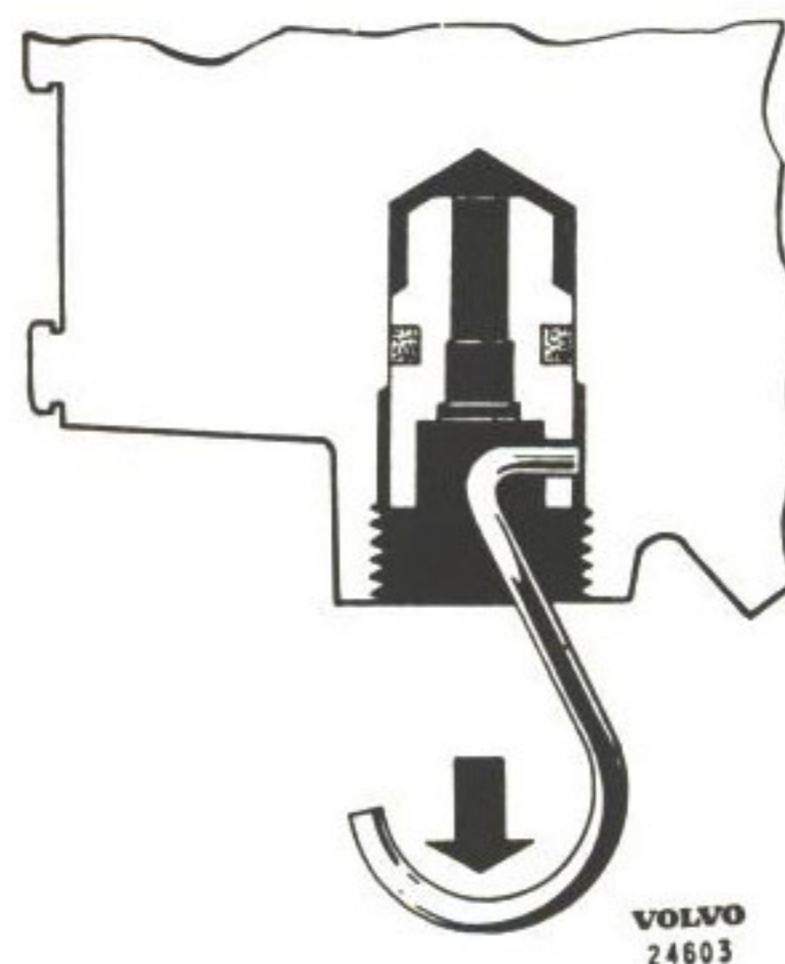

Bild 13. Demontering av ventilsåte, reduceringsventil
2. Lossa proppen och tag ut fjädern (11) och ventilkägeln (12). Drag ut ventilsåtet (10) med hjälp av en liten krok, se bild 13.